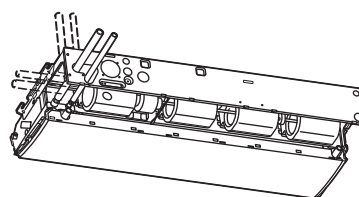

Рис. 3-19
- Места для подсоединения трубопровода хладагента показаны на рисунке внизу. (Трубопровод можно вывести в 3 направлениях.) (Рис. 3-19)
- * При прокладке дренажного шланга с левой стороны, см. Рис. 3-19, и выполните описанную выше процедуру для установки шланга. Установите на место снятую ранее резиновую пробку с правой стороны. Резиновую пробку можно легко установить с помощью отвертки или похожего инструмента для вставки пробки в дренажный порт главного блока. Вставьте пробку до конца в дренажный порт главного блока.